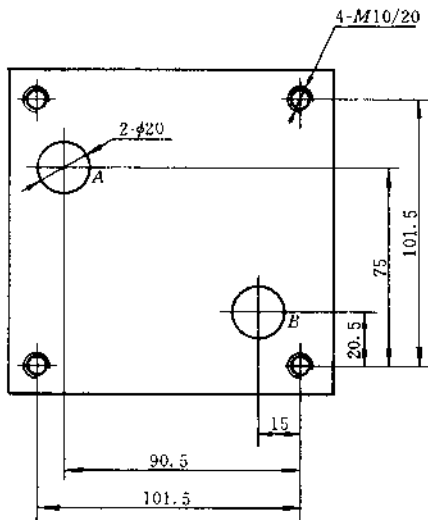

图 21.6-13 2FRE x /40B 通比例调速(16 通径) 底板安装尺寸
- 2FRE * /40B 二通比例调速阀(16 通径)底板安装尺寸 见图 21.6-13。